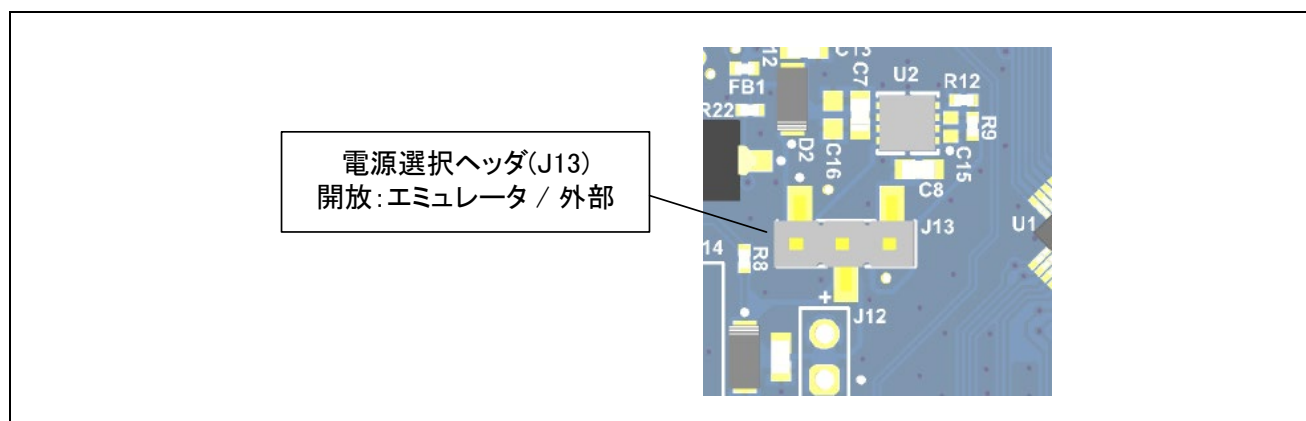

図 5-4 エミュレータ/外部電源使用時のヘッダ設定
- ・ J13 開放 : エミュレータ / 外部電源供給を選択 (図 5-4)